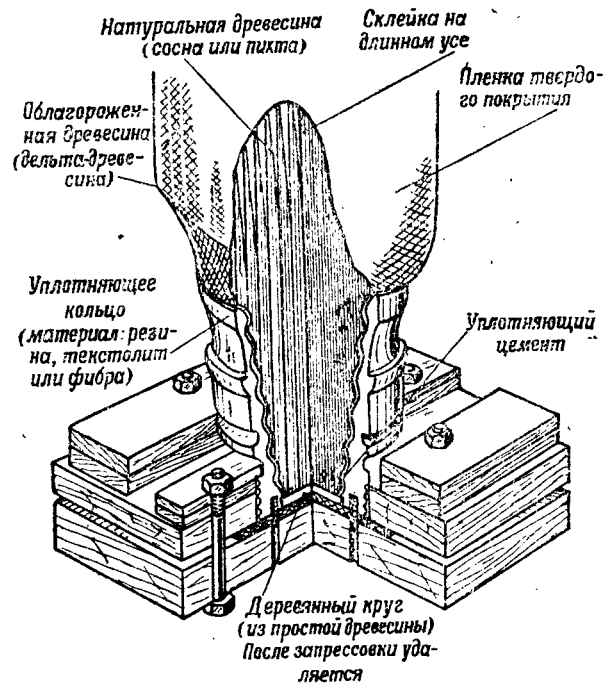

Рис. 119. Разрез крепления деревянной лопасти в стакане и приспособления для заливки зазоров резьбы цементом
3. Установить стакан в приспособление (рис. 119).